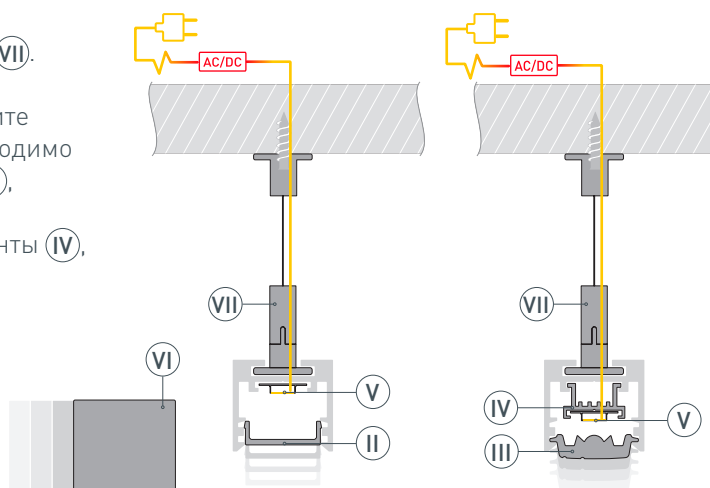

Рис. 2. Конструкция из профиля с основанием для ленты
- 4** / Установите профиль (Ⓘ) на подвесы (Ⓡ). Подключите светодиодную ленту (Ⓥ) к источнику питания. Затем установите заглушки (Ⓓ) и экран (Ⓙ). Если необходимо установить асимметричный экран (Ⓚ), установите его на конструкцию из профиля (Ⓘ) с основанием для ленты (Ⓓ), как показано на рис. 2.